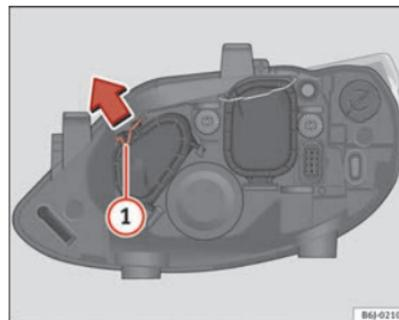

Fig. 151 Feux de position
- Déplacez le tirant ① dans le sens de la flèche puis retirez le cache ⇒ fig. 151.